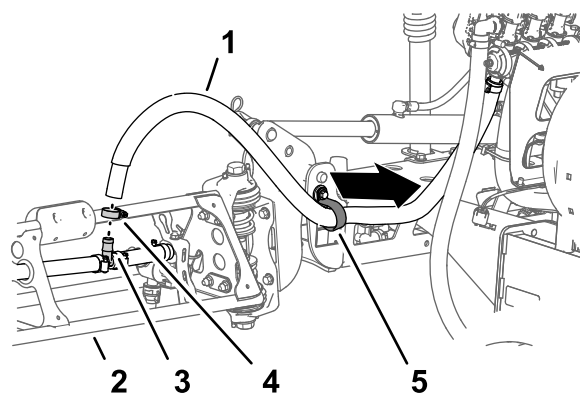

Figura 35
1. Nella sezione di irrorazione esterna, rimuovete la fascetta stringitubo che fissa il flessibile di sezione dell'irroratrice al raccordo a T dentellato (Figura 35).
2. Rimuovete il flessibile dal raccordo a T (Figura 35).
3. Rimuovete l'estremità libera del flessibile dal serratubi a R (Figura 35).